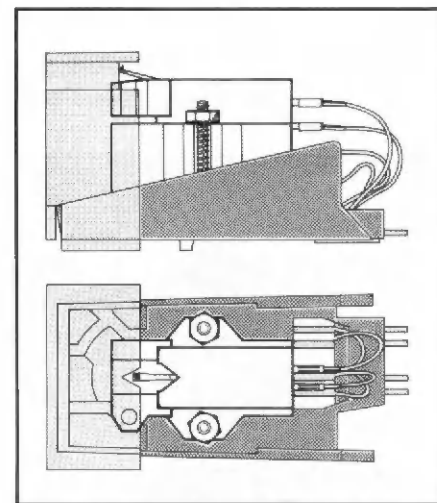

Fig. 13
2. Het toonsysteem op de systeemhou- der bevestigen. Dit moet op de meetkun- dig juiste plaats gemonteerd worden (fig. 13). Gebruik hierbij het hulpmateri- aal, dat bij de platenspeler geleverd wordt, zoals mal, afstandsrollen, schroeven en moeren.